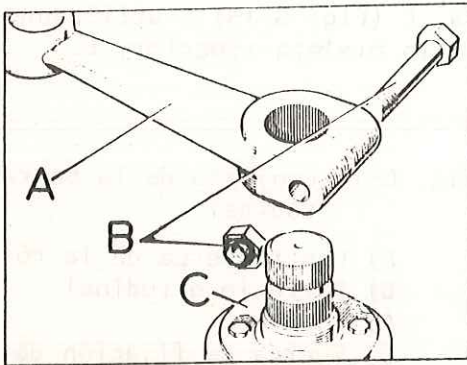

Fig. G-15 Bieleta superior de la caja compensadora
1.3. Extraer la tuerca y tornillo, B (Fig. G-15), que sujeta la bieleta superior, A, al eje de la caja compensadora, C, y ejerciendo palanca se desmontará la bieleta.